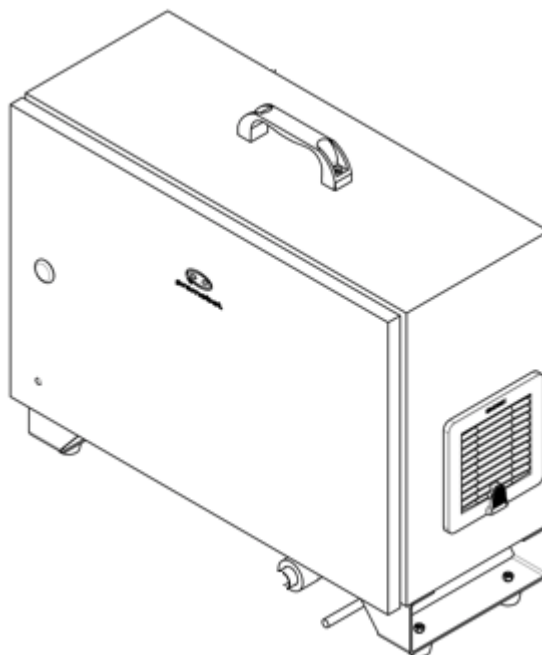
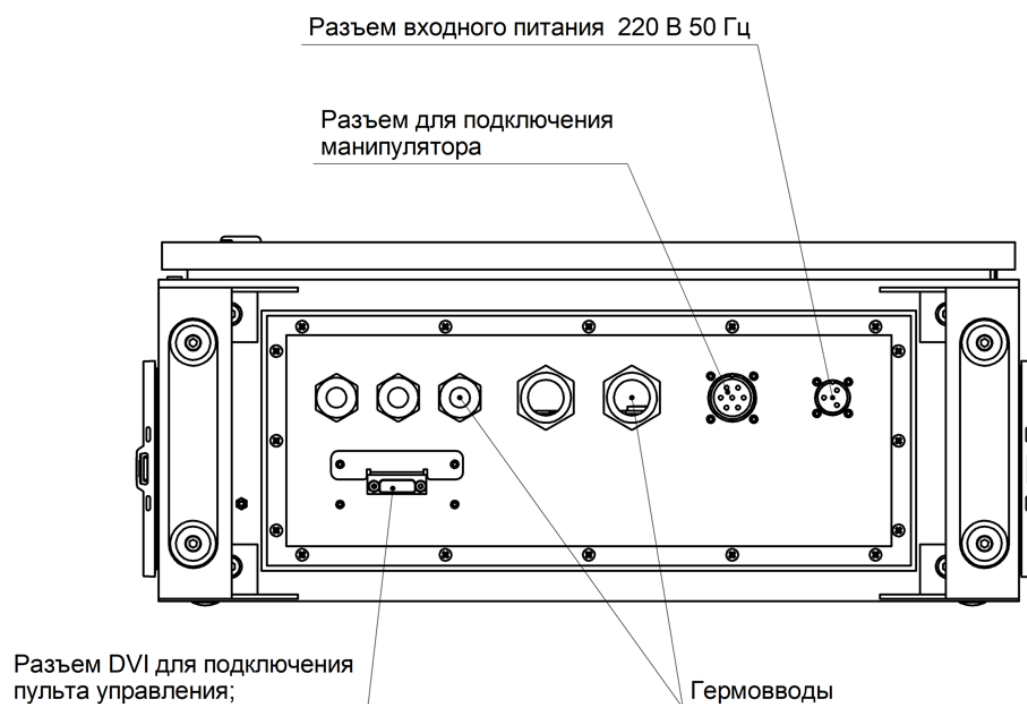

Рисунок I-9 – Шкаф управления Promobot M13
Рисунок I-15 – Расположение разъема подключения манипулятора и гермоввода для прохода кабеля пульта управления
Шкаф управления Promobot M13 (см. Рисунок I-9) выполняет функции питания, управления, обеспечивает безопасность работы и позволяет манипулятору интегрироваться с внешними системами автоматизации. Для обеспечения данного функционала шкаф управления содержит группы электрических интерфейсов – входы и выходы шкафа управления. Все внешние подключения должны осуществляться исключительно через гермовводы разных диаметров, обеспечивающие защиту корпуса шкафа от проникновения пыли и жидкостей (см. Рисунок I-15).
П р и м е ч а н и е – Положение разъемов и гермовводов может отличаться от представленного на рисунке (см. Рисунок I-15).
2. Подключите кабель манипулятора к шкафу управления и к манипулятору (см. Рисунок I-15).